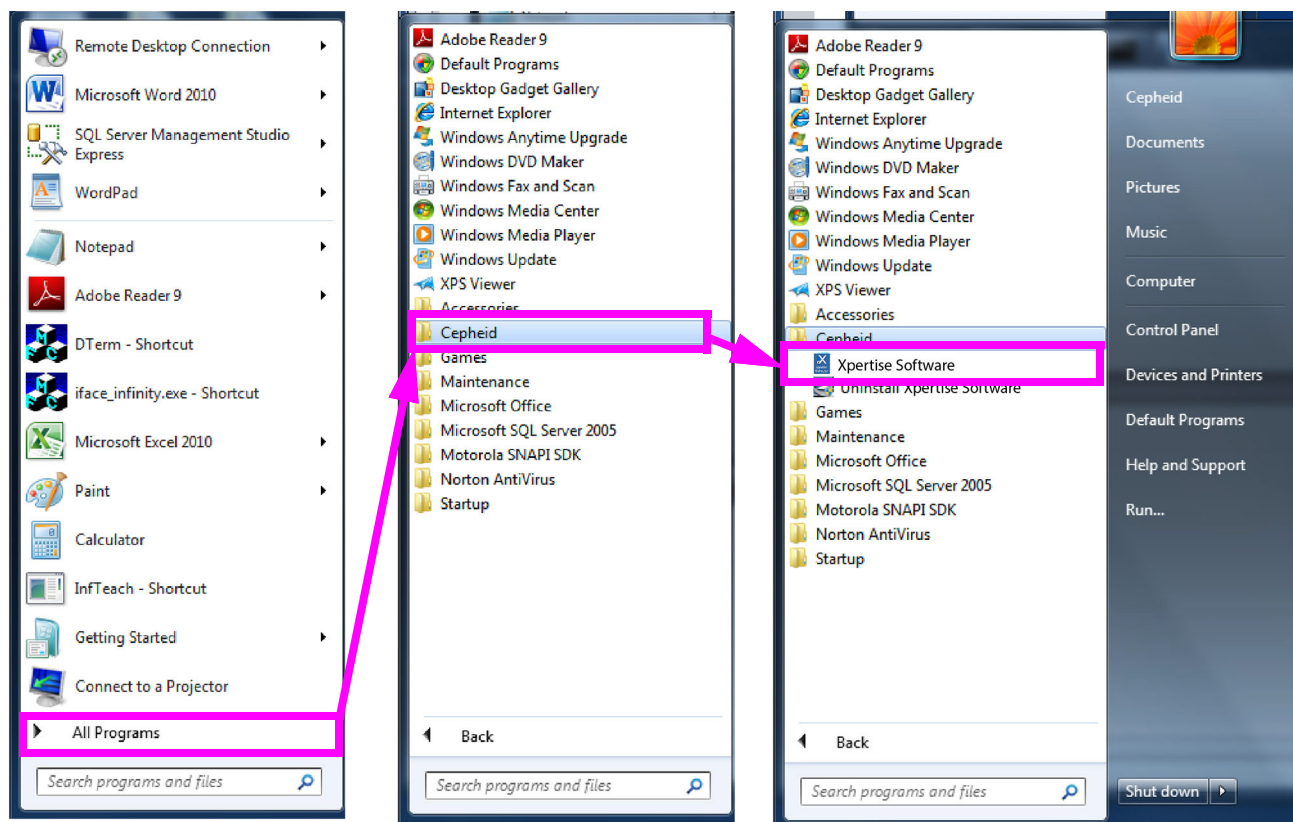

图 5-7. 从程序 (Program) 菜单启动 Xpertise 软件 (Xpertise Software) - Windows 7
- 在 Windows 任务栏中，选择 **Windows 开始** 图标，然后选择 **所有程序 (All Programs) → Cepheid → Xpertise 软件 (Xpertise Software)**。请参见图 5-7。